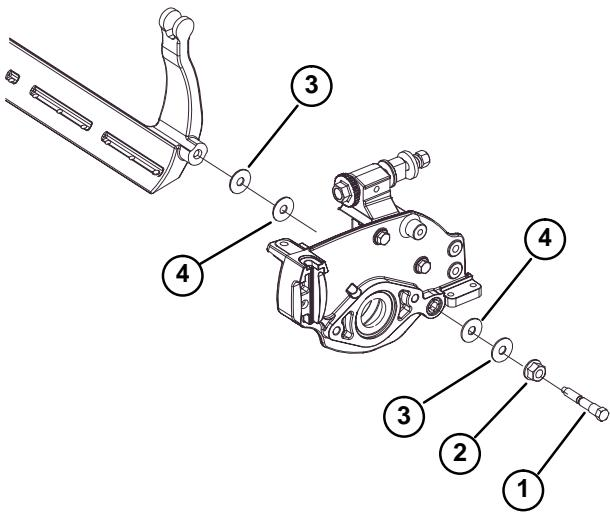

図19
4. ベッドバー・ボルトを左右からゆるめていくとベッドバーが下に抜ける。ベッドバーの左右にナイロン製とスチール製のワッシャが1枚ずつ（図19）付いているのでなくさないようにする。
1. ベッドバー・アジャスタ上にベッドバーを組み込む。サイドプレートの両側とも、ナイロンワッシャの外側にスチールワッシャがくるように組み付けること(図19)。